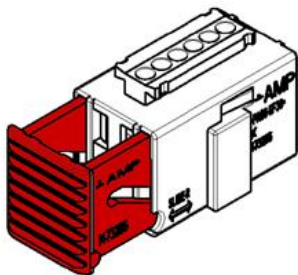

Рис.1.
2. Демонтируйте колодку жгута проводов с педали акселератора в соответствии с инструкцией по ремонту и обслуживанию конкретного типа автомобиля. Переместите красный фиксатор колодки жгута в направлении кресла водителя (рис.1) и снимите колодку жгута с колодки педали акселератора.